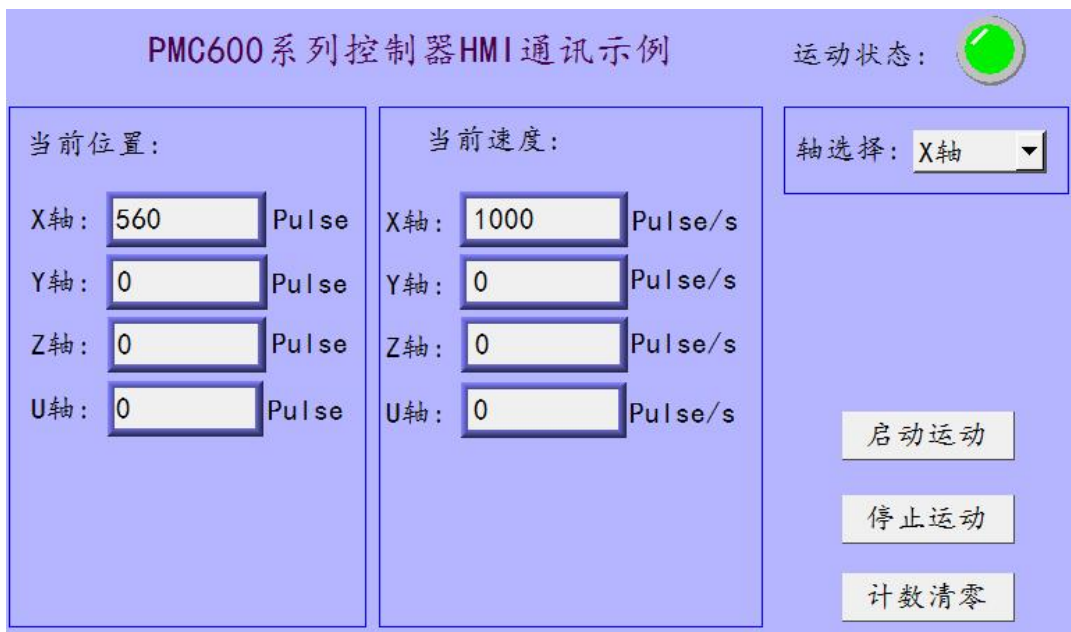

图4.56 X轴运动
- 6) 将控制器程序和HMI程序下载到相应的设备。控制器和HMI通过网线连接，通讯连接正常后，就可以实时控制控制器0~3轴运动、停止、清零计数器并监控每个轴的位置和速度信息，显示器运动状态如图4.56所示。